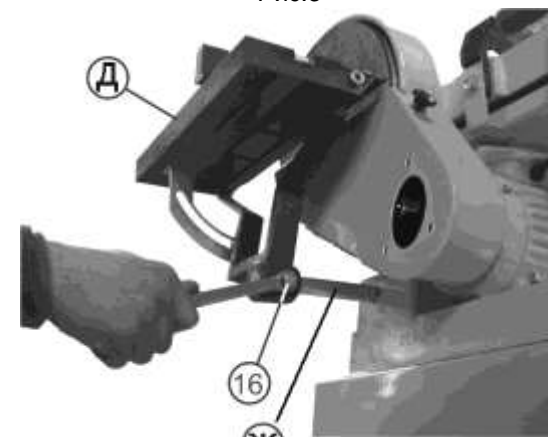

Рис.5
8.3. Установка рабочего стола (Рис.5,6)
9.1.2. Ослабьте фиксирующий болт (16), Рис.5, и установите рабочий стол (3) с минимальным зазором относительно шлифовального диска (5). Затяните фиксирующий болт (16), Рис.5.